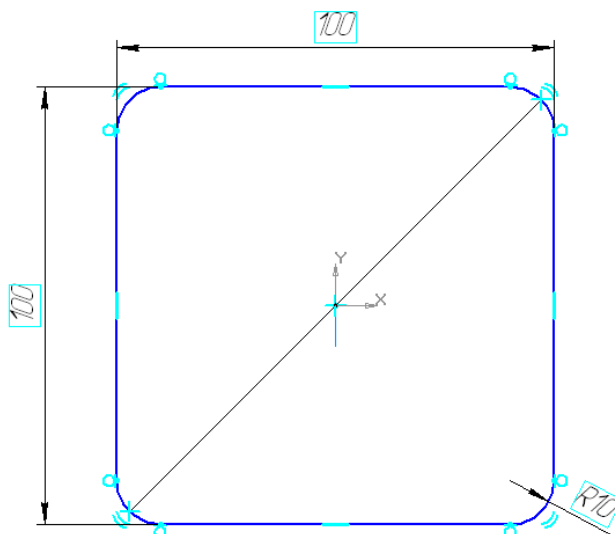

Рис. 17
- командой **Равенство радиусов**  на панели **Параметризация**  сделайте равными все четыре радиуса, указав курсором попарно скругления, рис. 17.